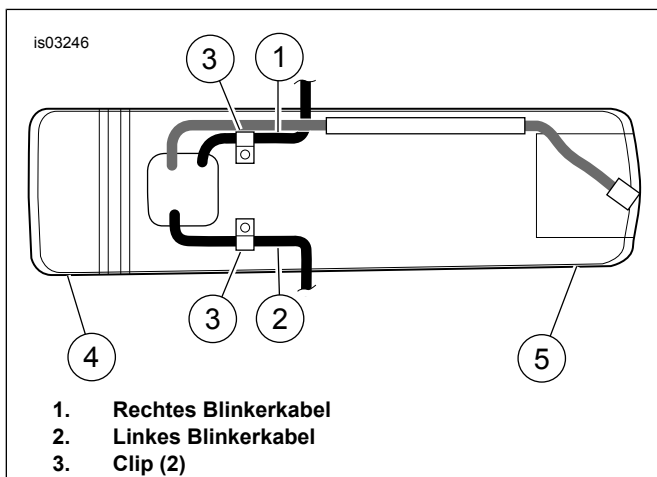

Abbildung 4. Blinkerkabel und Clips (Ansicht von unten, Innenseite des Hinterradschutzblechs)
- Siehe Abbildung 4. Die Blinkerverkabelung (1, 2) aus den Clips (3) unter dem Hinterradschutzblech ausbauen.
3. Siehe Abbildung 4. Die Blinkerverkabelung mit dem Clip an der Innenseite des Hinterradschutzblechs befestigen.